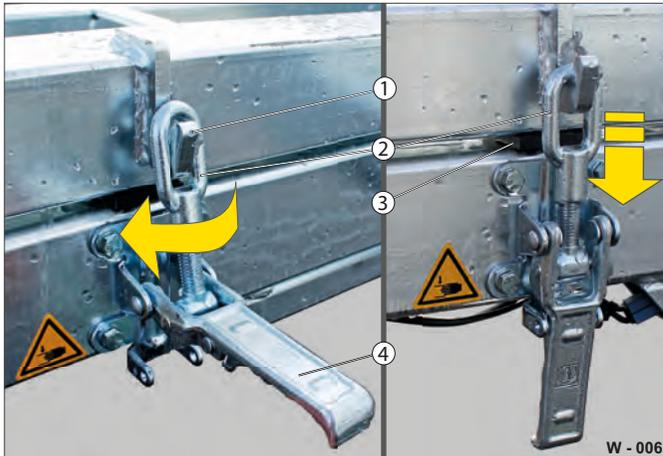

Fig. 6 Réglage des sauterelles
- Tournez l'anneau (Fig. 6 /2) de quelques pas de vis.
- Refermez la sauterelle : le levier (Fig. 6 /4) doit être verrouillé.